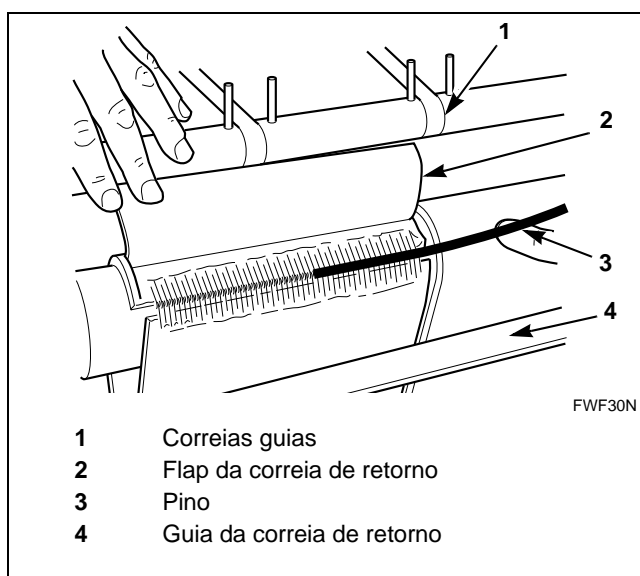

Figura 35
7. Remova o pino dos dentes da correia de retorno. Consulte *Figura 35*.